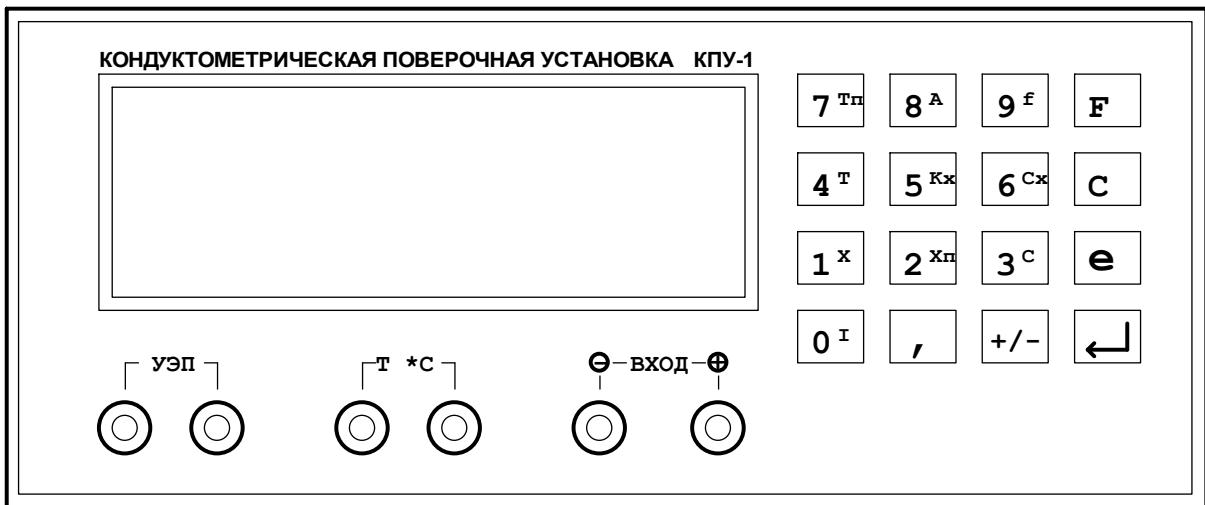

Рис.1
5.3. Управление режимами работы прибора осуществляется с клавиатурой в диалоговом режиме. Общий вид передней панели показан на рис.1